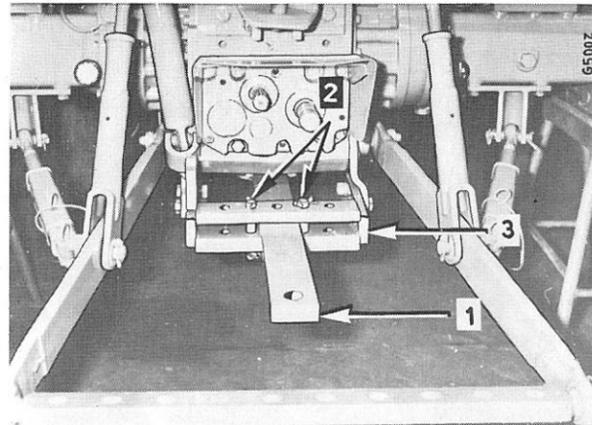

Fig. 28
La barre d'attelage (1) Fig. 28, permet d'atteler des outils commandés par l'arbre de prise de force. La longueur de cette barre détermine l'écartement standard entre l'extrémité de l'arbre de prise de force et le point d'attelage.